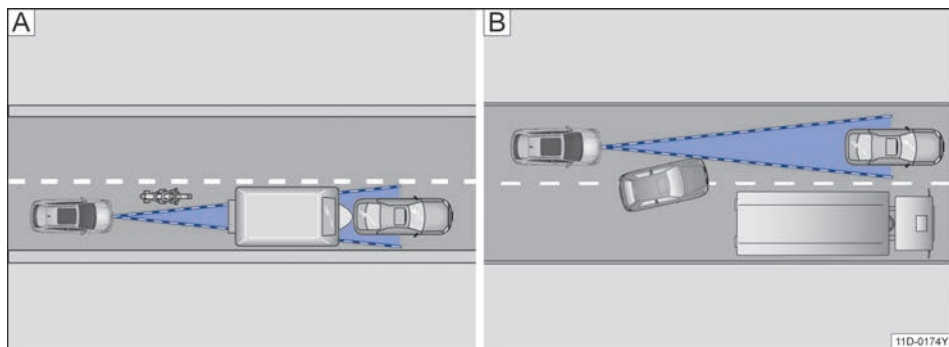

图 99 A. 窄弯中的车辆 B. 变换车道
- 不在传感器作用范围内、与本车辆相距较近行驶的机动车，如摩托车→图 99
- 在本车前方远处切换到本车所在车道的车辆→图 99